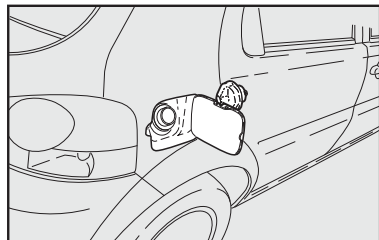

fig. 103
- após a retirada da tampa, encaixe-a no suporte existente na portinhola **fig. 103**.